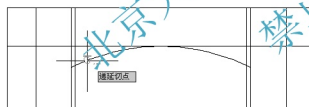

图 5.31 指定对象与圆的第一个切点
(4) 单击【绘图】工具栏上的【圆】图标  或在命令行输入“C”并按 Enter 键，启动【圆】命令。
① 在_circle 指定圆的圆心或 [三点(3P)/两点(2P)/切点、切点、半径(T)]: 提示下，输入“T”并按 Enter 键，表示将用“切点、切点、半径”的方式绘制圆。
② 在指定对象与圆的第一个切点: 提示下，将光标放在图 5.31 所示处单击。